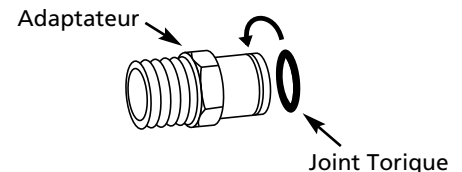

Figure 1 - Monter le joint torique
3. Installer le joint torique dans la rainure de l'adaptateur (Voir Figure 1).